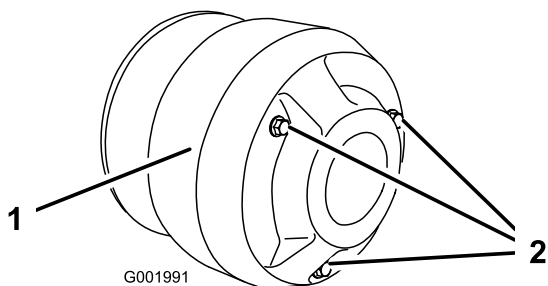

Figura 59
- Retire os 3 parafusos que fixam a tampa à embraiagem e retire a tampa (Figura 59).